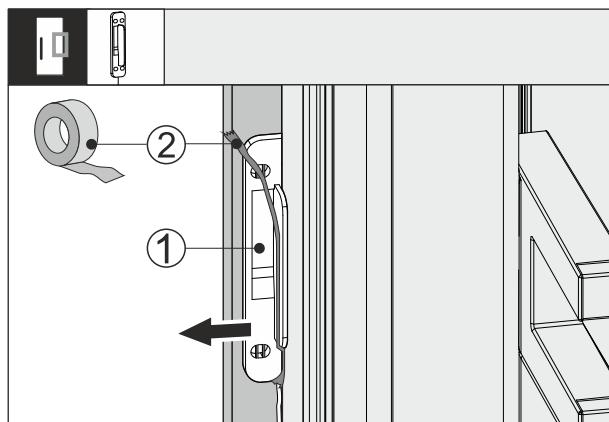

Fig. 64
- Klebeband Fig. 64 (2) am Klopfsensor Fig. 64 (1) lösen.